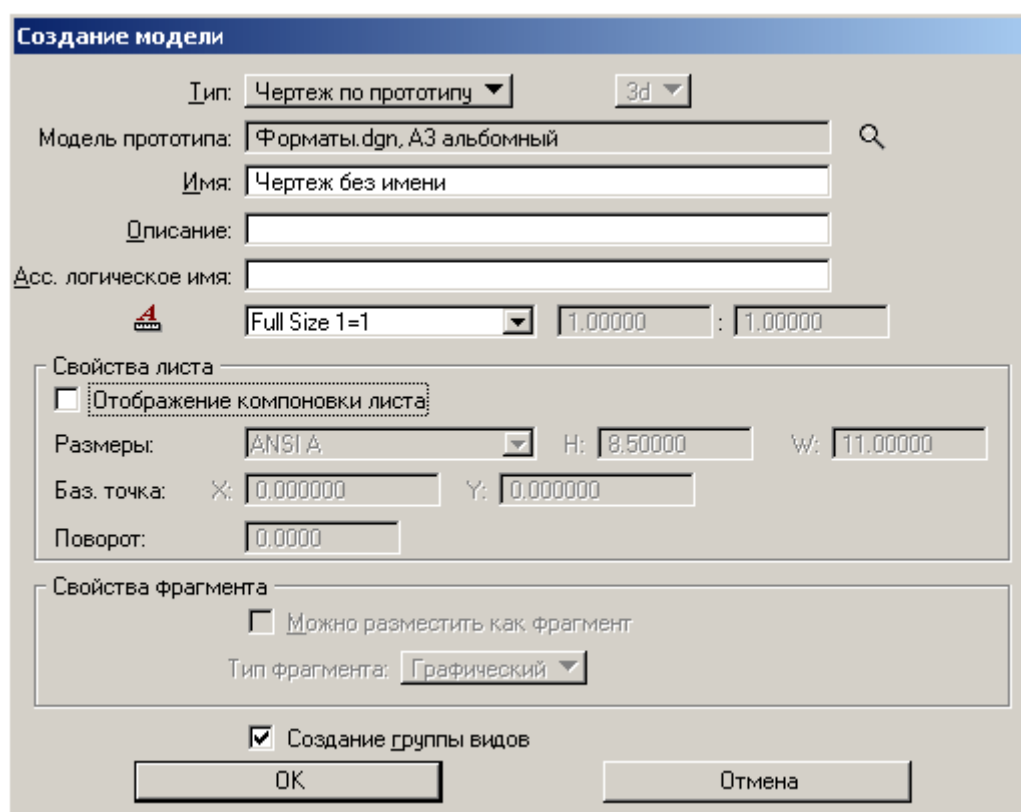

Рисунок 132
- Появится диалоговое окно *Создание модели* (Рисунок 132).